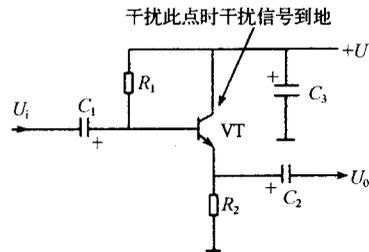

图 1-32 干扰检查法示例 3
⑩ 当没有所要修理机器的电路原理图而需要采用干扰检查法时,可以只干扰晶体管的基极、集电极,这是干扰检查法的简化方式。这对共发射极放大器电路来说是可行的,但对共集电极放大器电路而言不行,因为这种放大器电路的输出端是晶体管的发射极而不是集电极。由于没有电路原理图,不知道是什么类型放大器电路,所以在干扰集电极无声后,应再干扰发射极,若干扰发射极也无响声可认为这一干扰点之后的电路有故障。如图 1-32 所示的共集电极放大器电路,当干扰 VT 管集电极时,就是干扰电源端,而电源端对交流而言是接地的,所以干扰集电极时不会有干扰信号输入放大器中,出现无声是正常现象。